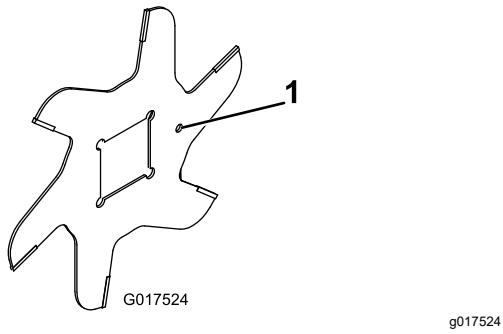

Рисунок 16
1. Установите нож (Рисунок 16).
4. Устанавливайте каждый последующий нож по часовой стрелке таким образом, чтобы соответствующее установочное отверстие (Рисунок 16) не было совмещено с первым отверстием ножа одной плоскостью вала.